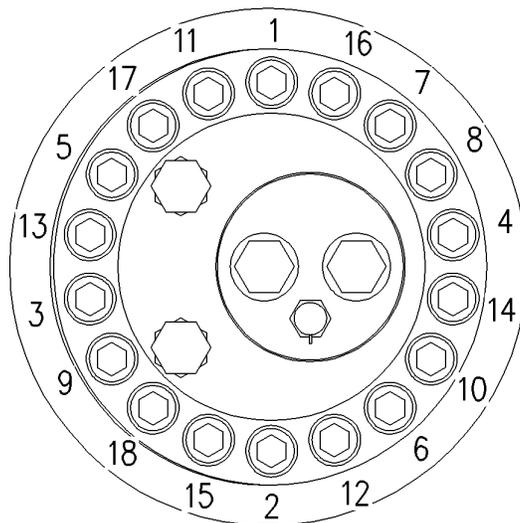

Рисунок 4
Рисунок 4 g06186345
2. Затяните четыре болта в точках (1), (2), (3) и (4), показанных на рис. 4, вручную. Затяните болты так, чтобы ролик был без перекосов зафиксирован на каретке.
3. Затяните болты в последовательности, указанной на рис. 4. Все болты, окружающие концентричный кулачок, затяните с моментом затяжки 23 Н·м (17 фунто-футов).
9. Затяните четыре болта в точках (1), (2), (3) и (4), показанных на рис. 4, вручную. Затяните болты так, чтобы ролик был без перекосов зафиксирован на каретке.
10. Затяните болты в последовательности, указанной на рис. 4. Все болты, окружающие концентричный кулачок, затяните с моментом затяжки 23 Н·м (17 фунто-футов).
13. Верните болты (8) в первоначальное положение и затяните контргайки.